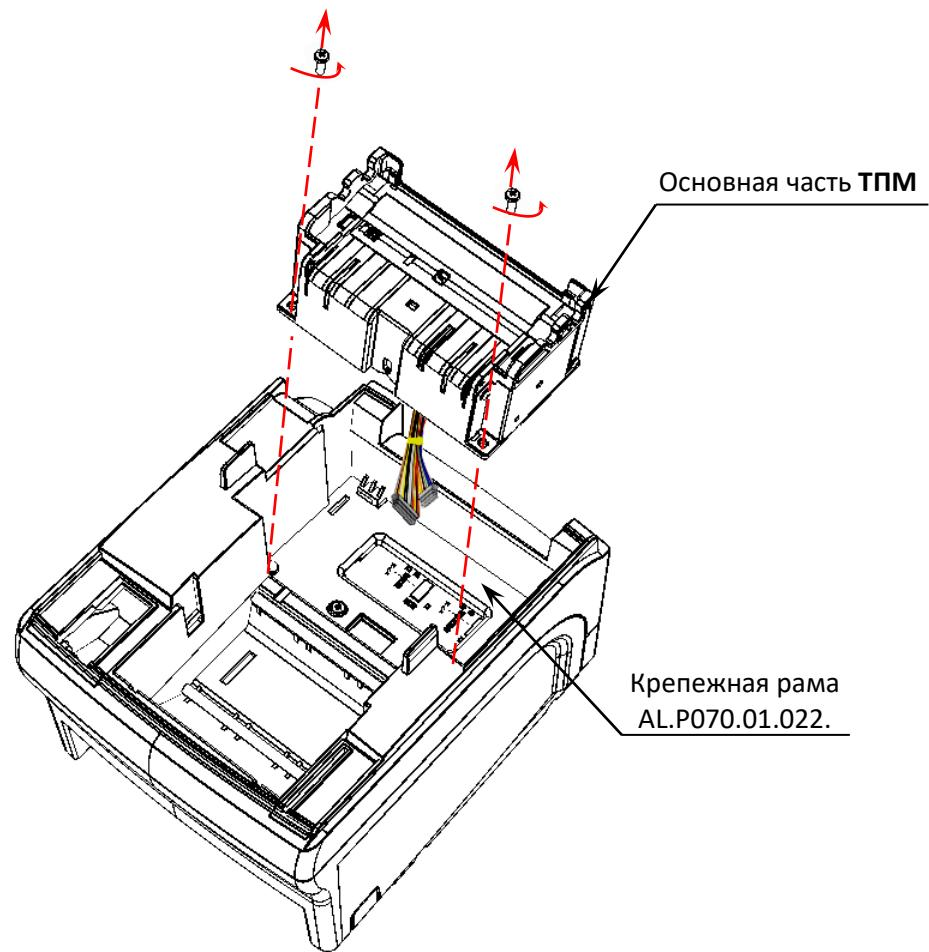

Рисунок 26. Установка ТПМ (крышка изделия условно не показана).
12. Извлечь основную часть ТПМ из корпуса, аккуратно продев кабели сквозь проем крепежной рамы (рисунок 26).